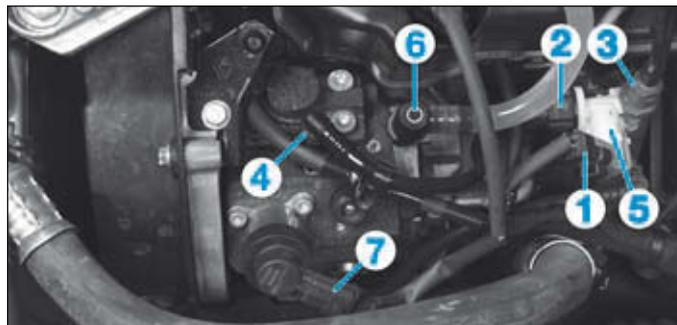
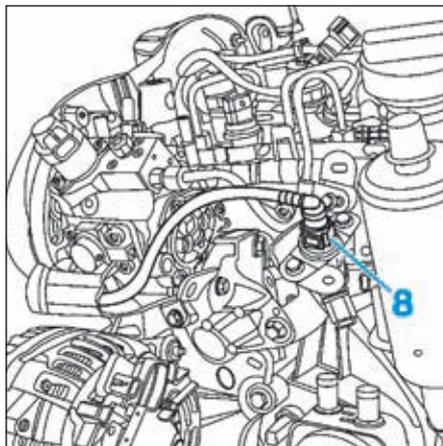

FIG.27
FIG.28
- Débrancher (Fig.27) :
- le connecteur (1) du capteur de température carburant,
- le raccord de retour (2) des injecteurs de gazole,
- le raccord de retour (3) de la pompe haute pression,
- le raccord (4) du capteur de température de carburant sur la pompe haute pression.
- Déposer le capteur de température de carburant (5).
- le raccord du tuyau d'alimentation de la pompe haute pression (6),
- le connecteur (7) du régulateur de pression,
- le raccord (8) du tuyau de l'électrovanne de carburant à l'échappement (Fig.28).